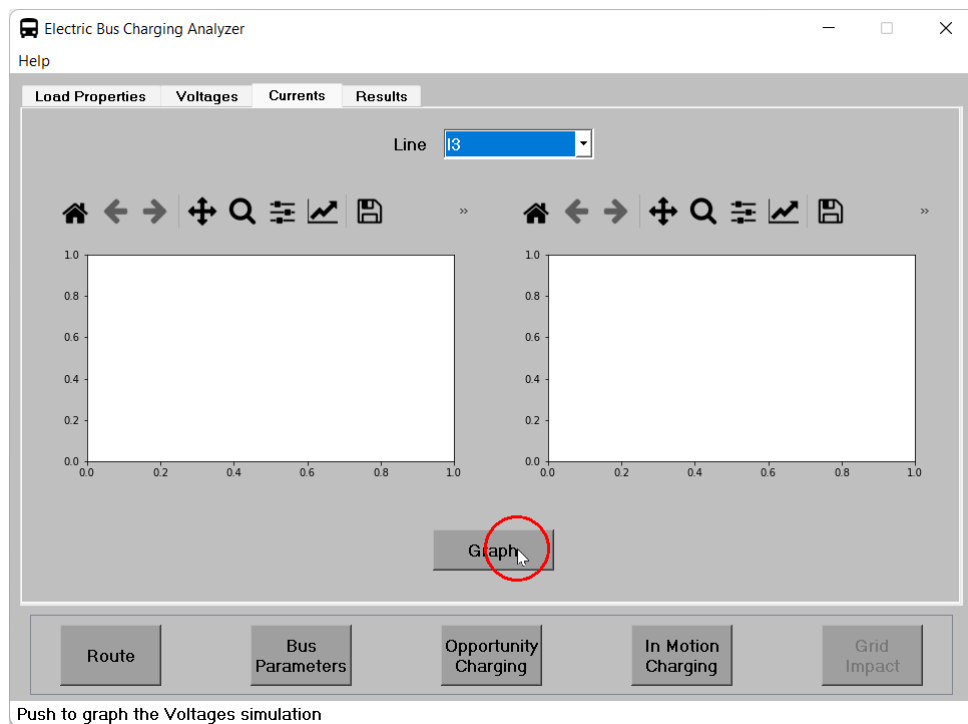

Figura 62: Graficar corriente.
14. Luego, presionar el botón **Graph** como se muestra en la figura 62 para generar los gráficos de magnitud y ángulo de la corriente.